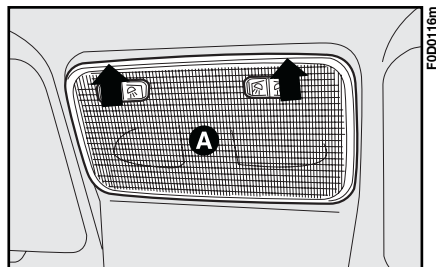

Abb. 29
1) Mit einem Schraubenzieher die mit Druck eingesetzte Plastikabdeckung **A**, Abb. 29, wie in der Abbildung gezeigt, abnehmen;